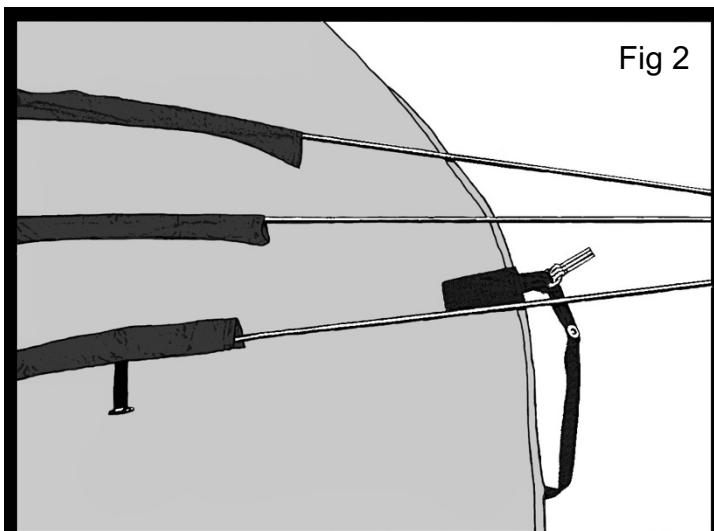

Fig 2
3. Insert the three long aluminium poles through the grey coloured pole sleeves on the Pod tent (Fig 2).
. Steek de drie lange aluminiumpalen door de grijze gekleurde paalmouwen op de OD-tent (Fig 2).